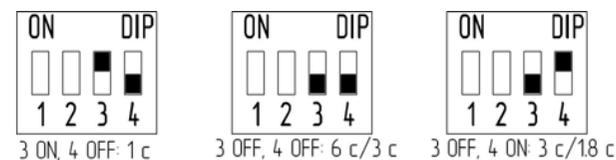

Рис. 27 – Выбор скорости перемещения стрелы
2.9.2 Для установки скорости перемещения стрелы шлагбаума необходимо выполнить установку DIP-переключателей (DIP3 и DIP4) в соответствующее положение (см. рис. 27)